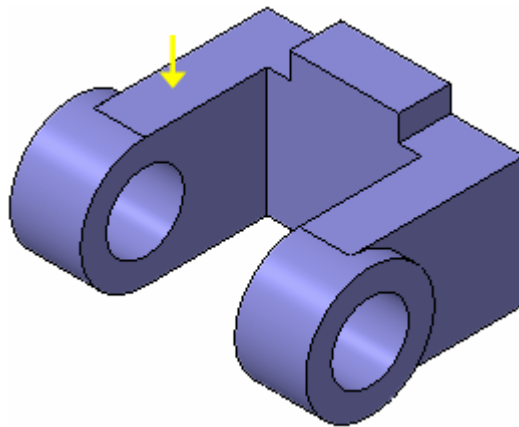

Рисунок 36.
- Нажмите кнопку Создать объект (рис. 36).